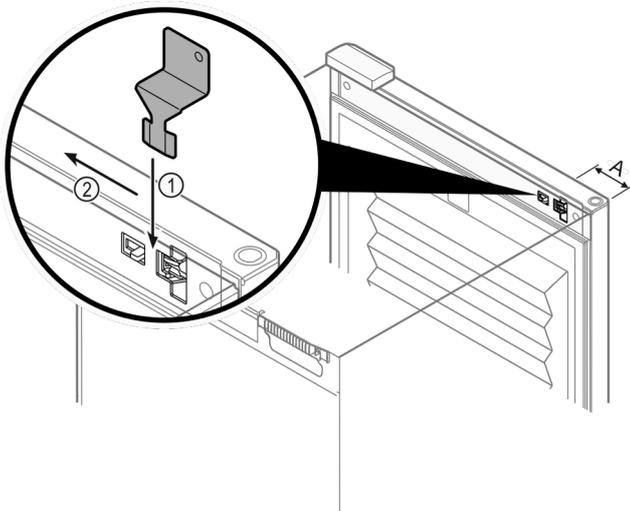

Fig. 164
- u Notentriegelungsschlüssel an vorgegebener Stelle positionieren Fig. 164 (A)  $\approx$  100mm.
- u Notentriegelungsschlüssel zwischen Tür und Gerätekorpus von oben bis zum Anschlag einstecken Fig. 164 (1).
- u Notentriegelungsschlüssel in Richtung Scharnierseite ziehen Fig. 164 (2).